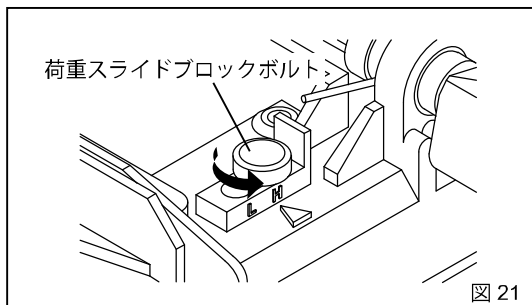

図 21
- ② モーター付近にあるベース上面の荷重スライドブロックボルトを、荷重スライドブロックがスライド出来る程度まで、反時計方向に回します。(図 21) 荷重スライドブロックボルトを緩めすぎると、ベースから外れるため、外れない程度に緩めて操作をしてください。